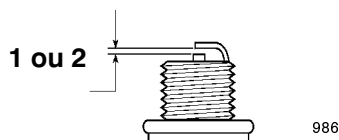

Figure 31
4. Régler l'écartement de la bougie neuve comme illustré à la Figure 31.